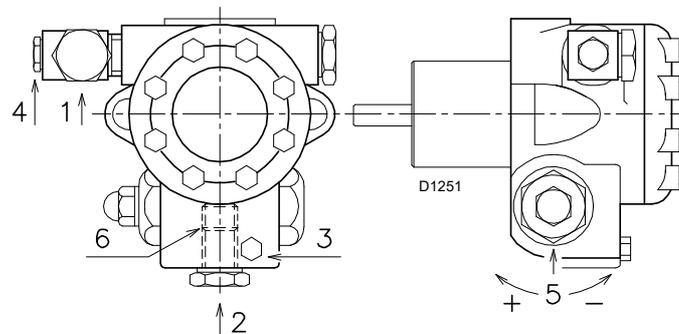

Fig. 21
- Quand le fioul ressort par la vis 3)(Fig. 21) la pompe est amorcée. Arrêter le brûleur : interrupteur 1)(A) en position « OFF » et visser la vis 3).